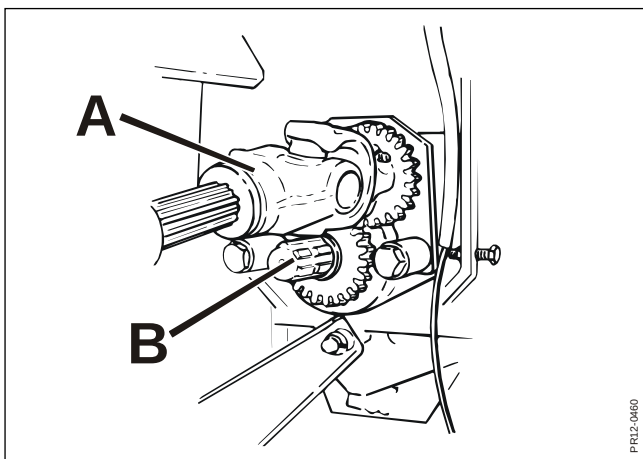

Fig. 5-8
- Fig. 5-8** 2) Flyt KO-akslen **A** fra rotoren til den alternative tap i **pos. 1**, hvor tandhjulene
Fig. 5-8 4) Efter endt reversering frakobles kraftudtaget igen, og **når rotoren står helt stille**, fjernes evt. græsrest, og KO-akslen **A** til rotoren flyttes tilbage til tappen **B** for drev af rotoren.